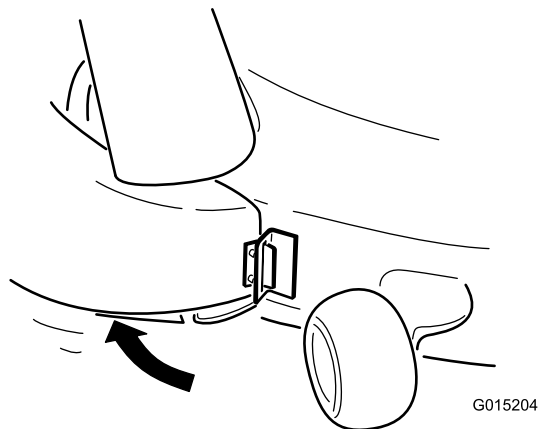
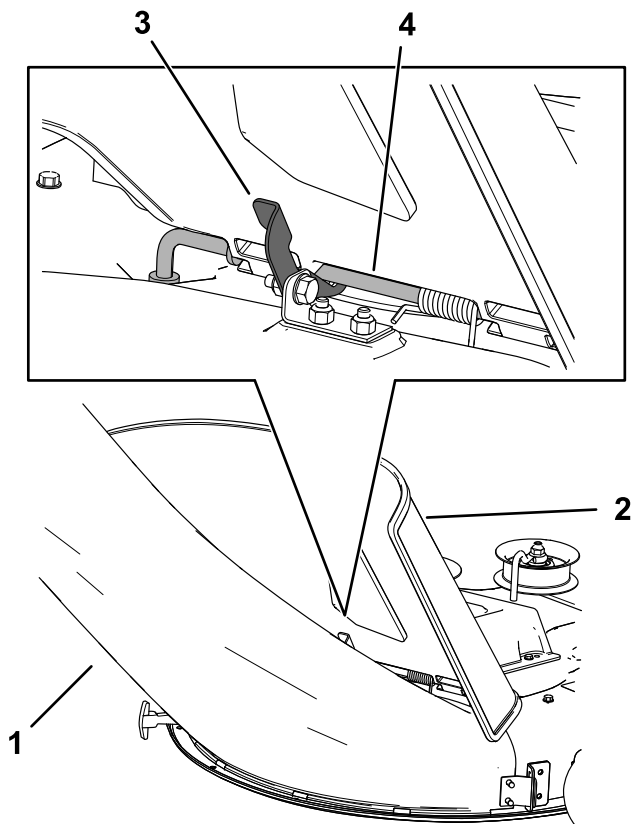

Figura 15
Figura 16
- En la parte superior del conducto, enganche el cierre en forma de gancho alrededor de la varilla del deflector (Figura 15 y Figura 16).